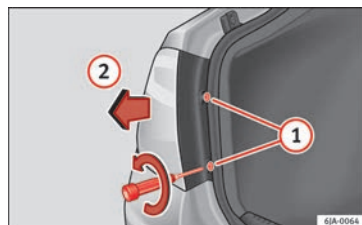

Fig. 98 Desmontar a unidade de luz traseira na lateral.
- Com a chave de fendas de dotação ou uma chave Torx 20 (T20) desaperte (girando para a esquerda) e retire os dois parafusos de fixação da zona frontal do farolim » **Fig. 98 ①**, tendo cuidado para não os perder.
- Puxe a unidade da luz traseira para trás (» **Fig. 98 ②**) até extrair o farolim do seu alojamento.